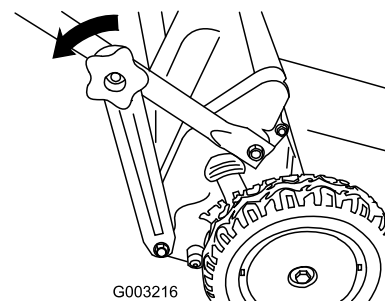

Figura 41
1. Retire los pomos del manillar inferior (Figura 41).
2. Desenganche los soportes del manillar inferior del extremo inferior de ambos lados del manillar (Figura 41).